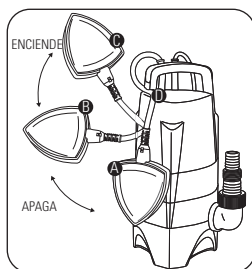

FIGURA 7.1
- El flotador tiene la función de accionar la motobomba. Por lo tanto, debe observarse el local donde la motobomba será ubicada, si posee suficiente espacio libre para que el flotador se mueva hacia arriba, conforme Figura 7.1 (posiciones B y C).
- Cuando el flotador se sitúa en la vertical apuntando hacia abajo, automáticamente apagará la motobomba (Figura 7.1 - posición A).
- En caso de que desee la motobomba siempre encendida, basta sujetar el flotador por el encaje (Figura 7.1 - posición D).